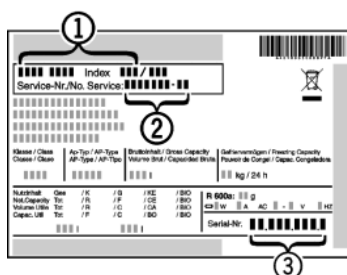

Fig. 18
- ▶ Označení přístroje *Fig. 18 (1)*, servisní číslo *Fig. 18 (2)* a sériové číslo *Fig. 18 (3)* naleznete na typovém štítku. Identifikační typový štítek je umístěn na levé vnitřní stěně přístroje.
- ▶ Informujte zákaznický servis a sdělte poruchu, označení přístroje *Fig. 18 (1)*, servisní číslo *Fig. 18 (2)* a sériové číslo *Fig. 18 (3)*.